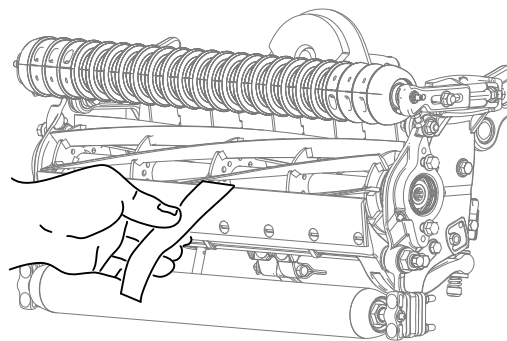

Figura 8
- B. Inserte una tira larga de papel para comprobar el rendimiento del corte (Pieza Toro N.º 125-5610) entre el molinete y la contracuchilla, perpendicular a la contracuchilla (Figura 8) y, a continuación, gire **lentamente** el molinete hacia delante; deberá cortar el papel; de lo contrario, repita los pasos A y B hasta que lo corte.
13. Inserte una tira larga de papel para comprobar el rendimiento del corte (pieza Toro n.º 125-5610) entre el molinete y la contracuchilla, perpendicular a la contracuchilla (Figura 8) y, a continuación, gire **lentamente** el molinete hacia delante; deberá cortar el papel; de lo contrario, gire 1 clic cada perno de ajuste de la barra de asiento en sentido horario, hasta que corte el papel.